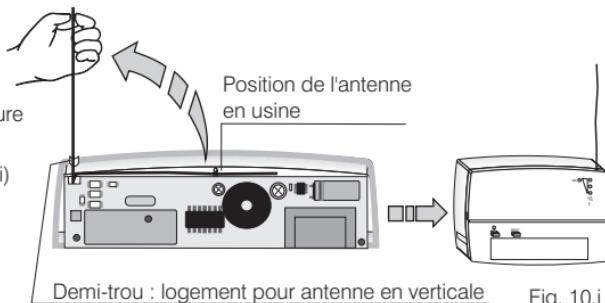

Fig. 10.i
- Faire passer le fil dans le petit trou prévu approprié (fig. 10.i)
- Refermer attentivement le récepteur (fig. 9.i - fig.10.i).